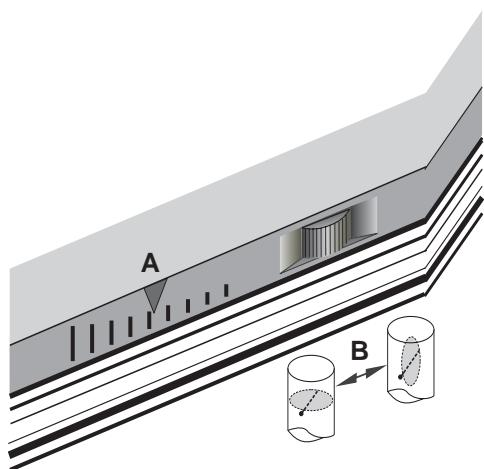

Fig. 6.6
6.6 VANNE PAPILLON DES FUMEES VDF® (FIG. 6.6)
Pour modifier l'ouverture de cette vanne des fumées, tourner le bouton moleté vers la gauche (pour fermer) ou vers la droite (pour ouvrir). Il sera possible de visualiser le degré d'ouverture sur l'échelle graduée située à gauche de la commande (Fig. 6.6 : A- visualisation de l'ouverture de la vanne papillon ; B- ouverture de la vanne papillon dans le sens de rotation du sélecteur).
6.6 VÁLVULA DE HUMOS VDF® (FIG. 6.6)
Para modificar la apertura de la válvula de humos, girar la ruedecita moleteada a la izquierda (cierre) o a la derecha (apertura). Será posible visualizar la apertura en la escala graduada situada a la izquierda del mando (Fig. 6.6: A- visualización de la apertura de la mariposa; B- apertura de la mariposa en relación al sentido de rotación del selector).